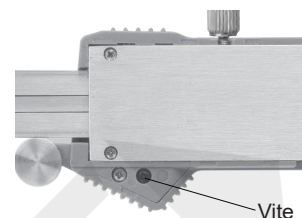

fig.1
--- Allentare la vite e rimuovere il coperchio della batteria (fig. 1).